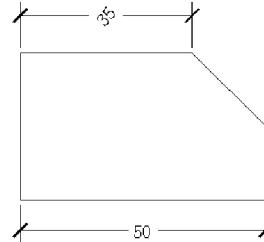

图 3.8 旋转文字角度
③ 角度(A): 在命令提示区中输入“A”,可设置标注文字显示的角度,例如输入文字角度 50°,完成后效果如图 3.8 所示。